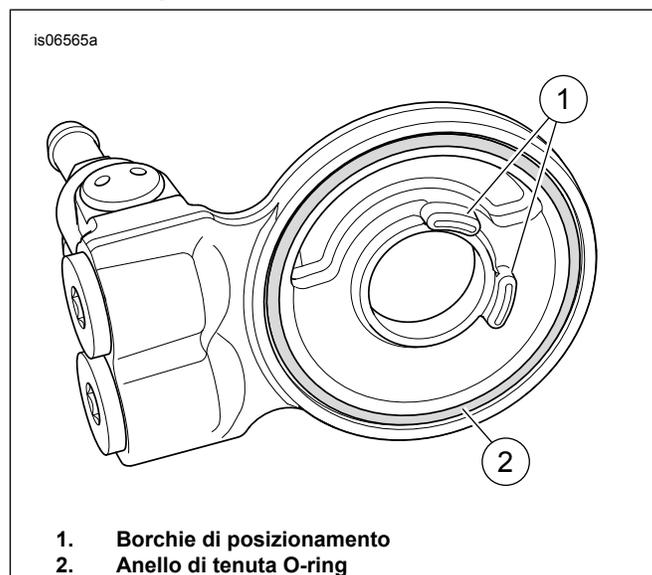

Figura 2. Adattatore del radiatore di raffreddamento dell'olio
Vedere Figura 2. L'adattatore del filtro dell'olio ha due borchie di posizionamento (1) che sporgono in fuori sulla parte posteriore. Le borchie devono essere installate verso la base del filtro.